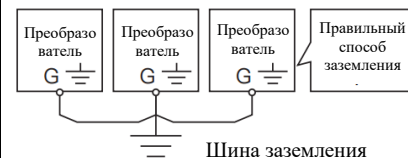

Рис. 1-1 (подключение к одной точке)
- ▲ В целях безопасности клемма заземления преобразователя должна быть надежно заземлена. Во избежание воздействия помех общего сопротивления заземления несколько преобразователей следует выполнять в одной точке, как показано на рис. 1-1.